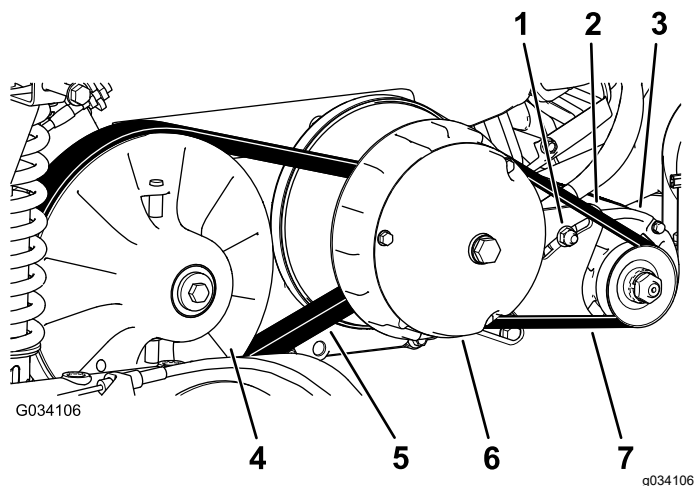

Figura 63
6. Rode e verifique se a correia (Figura 63) apresenta sinais de desgaste ou se está danificada.
3. Rode e coloque a correia sobre a embraiagem secundária (Figura 63).
4. Retire a correia da embraiagem primária (Figura 63).
5. Alinhe a nova correia sobre a embraiagem primária (Figura 63).
6. Rode e coloque a correia sobre a embraiagem secundária (Figura 63).
2. Desaperte a porca de articulação do gerador do motor de arranque (Figura 63).
4. Pressione o pé de cabra para rodar o motor de arranque na ranhura até a tensão da correia permitir apenas 6,4 mm de deflexão da correia com 44 N·m de força (Figura 63).
5. Aperte a porca de articulação à mão e retire o pé de cabra (Figura 63).